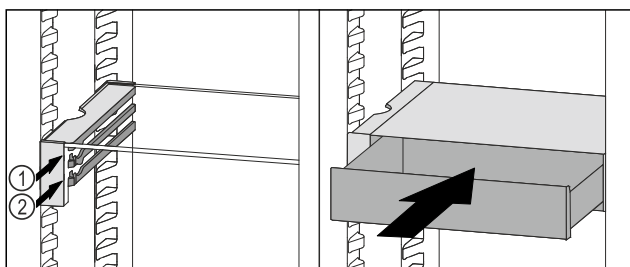

Fig. 94
- ▶ VarioSafe-Schubfach hinter den Stopperrippen auf gewünschter Rippe Fig. 94 (1) oder Fig. 94 (2) aufsetzen.